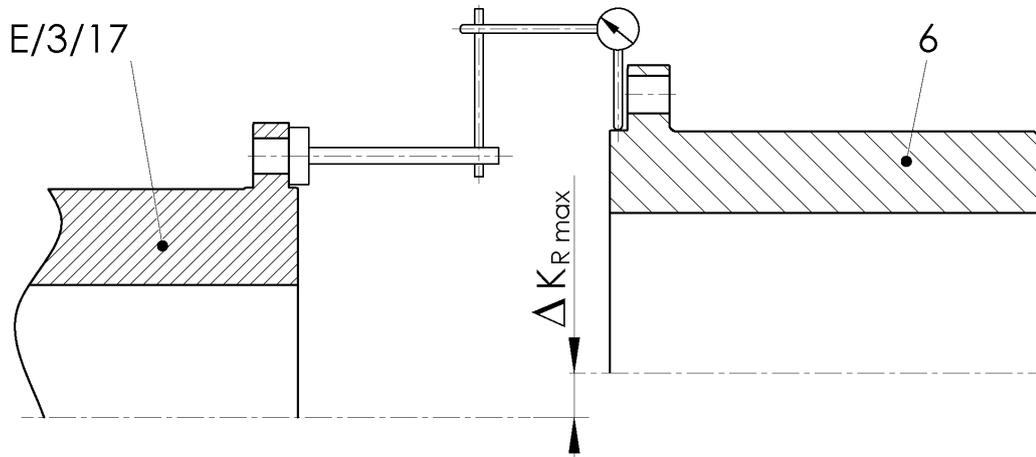

Abbildung 5-2 Radialer Ausrichtversatz
- Radialen Ausrichtversatz ermitteln (siehe Abbildung 5-2)
- Flansch/Nabe/Spannsatz/Adapter (E/3/17) mit Messuhr und Nabe/Spannsatz (6) langsam um 360° drehen.